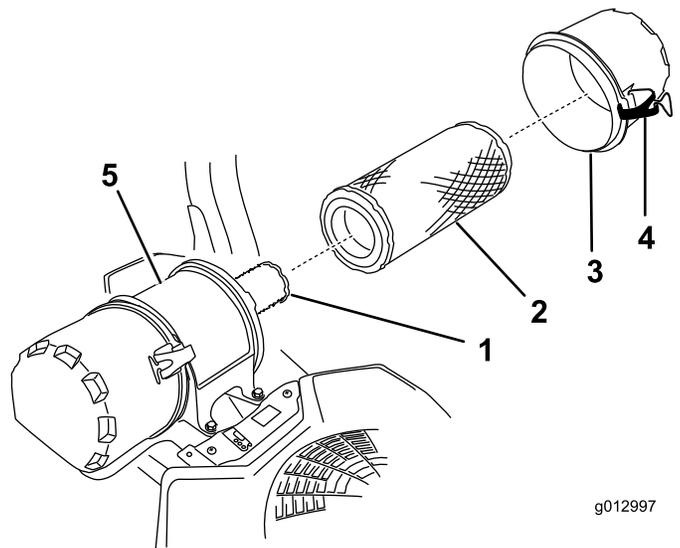

Figura 46
- Abra los cierres del limpiador de aire y tire de la tapa del limpiador de aire para separarla del cuerpo del limpiador de aire (Figura 46).
- Extraiga con cuidado el filtro primario del cuerpo del limpiador de aire (Figura 46).
- Para cambiar el filtro de seguridad, deslícelo cuidadosamente en el cuerpo del filtro (Figura 46).
- Deslice cuidadosamente el filtro primario por encima del filtro de seguridad (Figura 46).
3. Instale la tapa del limpiador de aire y fije los cierres (Figura 46).